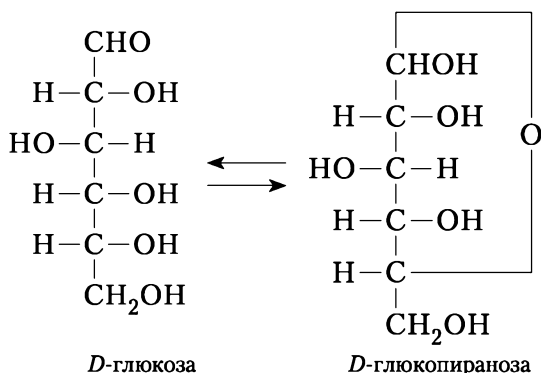

Рис. 27.4. Циклическое строение глюкозы
**Олигосахариды и полисахариды** относят к сложным углеводам, которые могут быть гидролизваны до простых углеводов. Олигосахариды представляют собой низкомолекулярные сахароподобные углеводы, сладкие на вкус. Полисахариды имеют высокомолекулярную структуру, не сладкие на вкус. Они не растворимы в воде. Олигосахариды и полисахариды могут состоять из одинаковых структурных фрагментов (гомополисахариды) или из остатков различных моноз (гетерополисахариды). Моносахариды в основном представлены соединениями с прямой насыщеннй цепью из пяти или шести атомов углерода, каждый из которых имеет гидроксидные заместители (группу —ОН), а один окислен до альдегидной или кетонной группы. За блестящие разработки по химии углеводов Нобелевской премии по химии был удостоен Э. Фишер (1902). Наибольшее практическое значение имеют пентозы и гексозы. Концевое звено — первичная гидроксидная группа —ОН может быть окислена до карбоксильной группы; если у атома углерода отсутствует гидроксид, возникает дезокси-звено; в частности, биологически активная 2-дезоксид-*D*-рибоза — пятизвенный углевод, имеющий дезоксигруппу —CH2—. Она является компонентом ДНК (дезоксиинуклеиновой) кислоты. Линейная структура приобретает циклическую структуру простого эфира в нуклеиновых кислотах (внутримолекулярная конденсация, рис. 27.4).